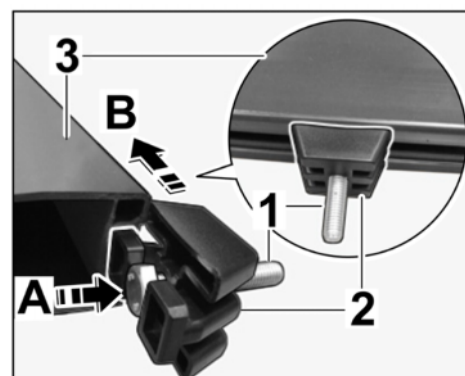

Fig. 4
1.3.1 Positionner la vis à tête hexagonale M8 x 45 en faisant coïncider la tête de vis avec le coulisseau (plastique) (⇒ Fig. 4-A-).
1.3.2 Insérer le coulisseau (plastique) avec la vis à tête hexagonale M8 x 45 dans la rainure sur le dessous du support de skis (⇒ Fig. 4-B-).